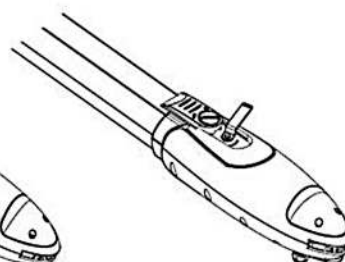

Figura 26
- 3) Utilice la llave de desbloqueo para activar el pasador hacia la izquierda, hasta el final. Véase la **Figura 26**.